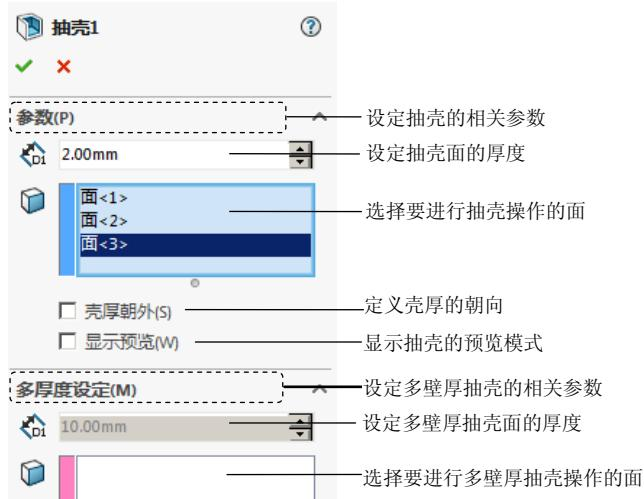

图 5.12.2 “抽壳 1”对话框(一)
Step2. 选择命令。选择下拉菜单 **插入(I)** → **特征(E)** → **抽壳(S)…** 命令（或单击“特征(F)”工具栏中的  按钮），系统弹出如图 5.12.2 所示的“抽壳 1”对话框（一）。